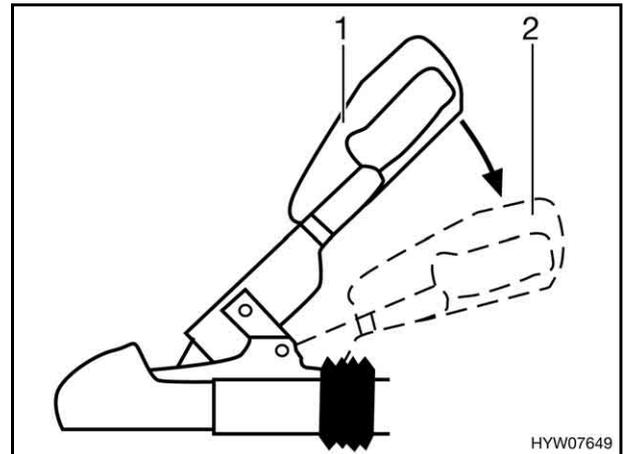

Bild 189 Stabilisierungsgriff
- Die Stabilisierungseinrichtung aktivieren. Dazu den Kupplungsgriff aus geschlossener Stellung (Bild 189,1) bis zum Anschlag nach unten drücken (Bild 189,2).